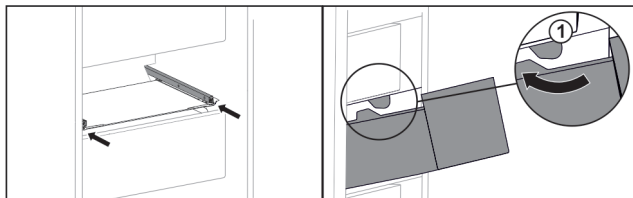

Fig. 37
- Vedte zásuvku podél zářezek Fig. 37 (1).*